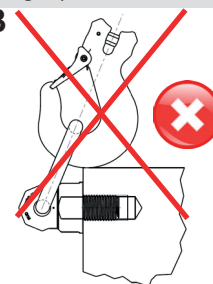

Fig. 1:
- L'anello del VWBG-V regolato manualmente può essere ruotato di ca. 230° (vedi Fig. 1).
L'anello di carico del golfare, una volta connesso al sistema di sollevamento, dev'essere libero di ruotare senza interferenze durante le movimentazioni e non deve toccare il bordo del carico o appoggiarsi alla base del VWBG-V (vedi Fig. 1).